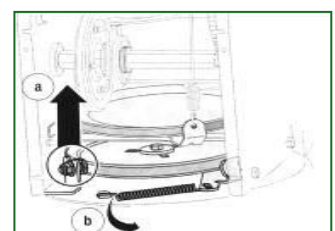

Abbildung 17
- b. Hängen Sie die Feder der Halterung vom Rahmen ab. Siehe Abbildung 17.